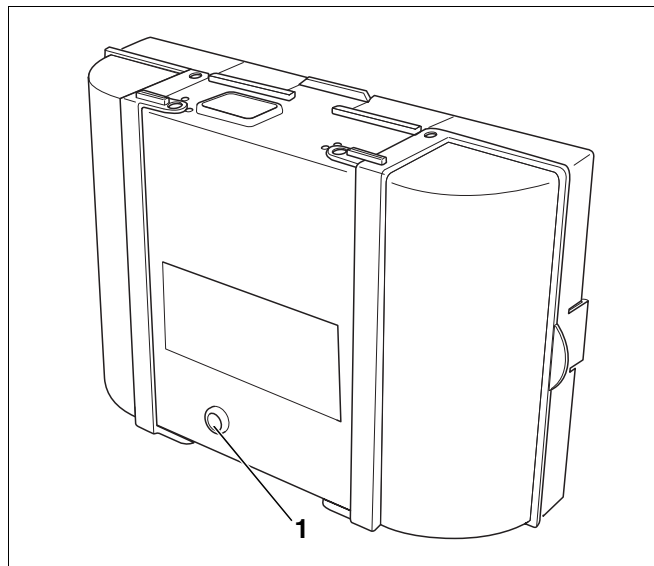

Рис. 19 SAFe 10, кнопка подавления помех со светодиодом
- Нажмите на кнопку подавления помех (рис. 19, **поз. 1**) более одной секунды (разблокировка). Примерно через пять секунд горелка перейдет в пусковой или рабочий режим.